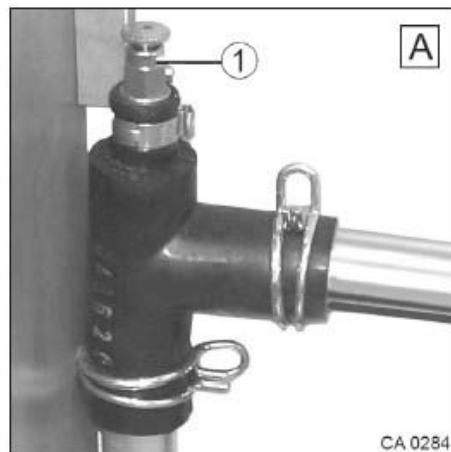

Fig. 179 Soupape de purge
1. Ouvrir la soupape de purge lentement au moyen de la vis de purge (Fig. 179/1) et la laisser ouverte jusqu'à ce que plus d'air n'en sort.